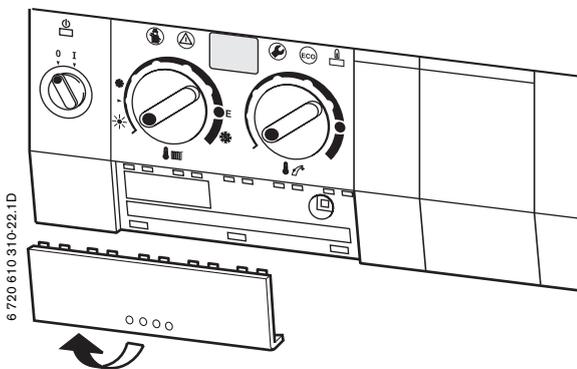

Fig. 18
- Ai fini della protezione elettrica contro eventuali spruzzi d'acqua (IP), la posa del cavo è da eseguirsi mediante apposito passacavo, con foro di diametro corrispondente.
- ▶ Aprire la centralina elettronica di comando (vedi pag. 20, fig. 18 e 19).